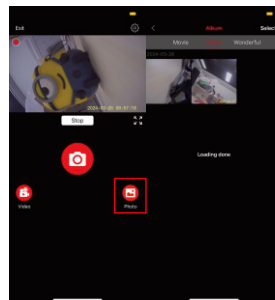

Figure 9
5.7 Dans la page d'enregistrement vidéo en arrière-plan, cliquez sur [Enregistreur photo], il accède à la liste des photos. (Voir Figure 9)